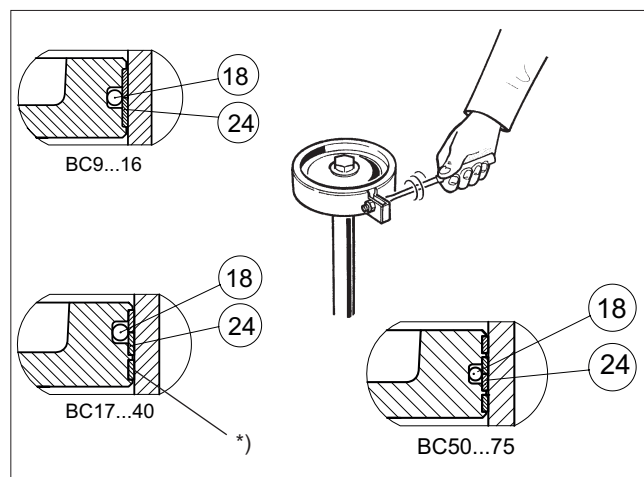

Fig. 10 Serrage des segments à l'aide d'un collier de serrage
- Mettre en place le joint torique (18) allant sous les segments.
- Disposer les segments (24) autour du piston de telle façon que leurs extrémités se trouvent diamétralement opposées. Les serrer conformément à la figure 10 à l'aide d'un collier de serrage. Les garnitures marquées d'un \* peuvent être écourtées de 1,5 à 3 mm pour faciliter le montage.